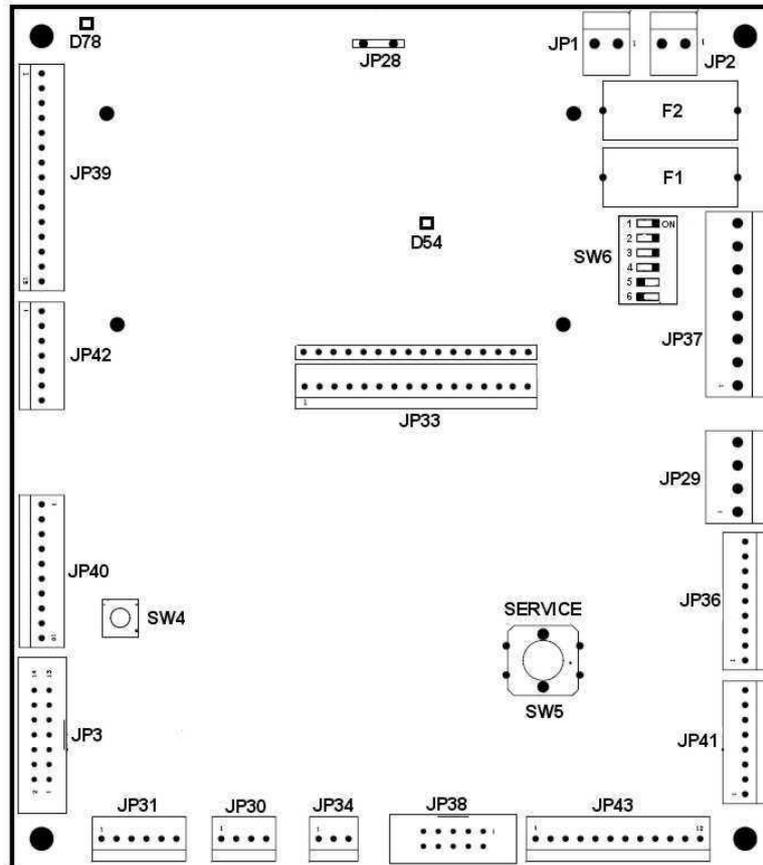

Figure 6.1
- Si on utilise un dispositif MDB, régler SW6 sur la platine électronique avec les interrupteurs 1,2,3,4 sur ON et 5,6 sur OFF, comme illustré à la Figure 6.1 (programmation standard). Si on utilise un dispositif EXECUTIVE, régler SW6 avec les interrupteurs 1,2,3,4 sur OFF et 5,6 sur ON.